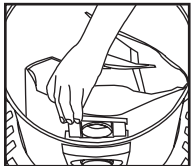

FIGURA 25
33. Deslice el deflector de entrada con la bolsa filtrante acoplada en la guía del deflector. **FIGURA 25.**